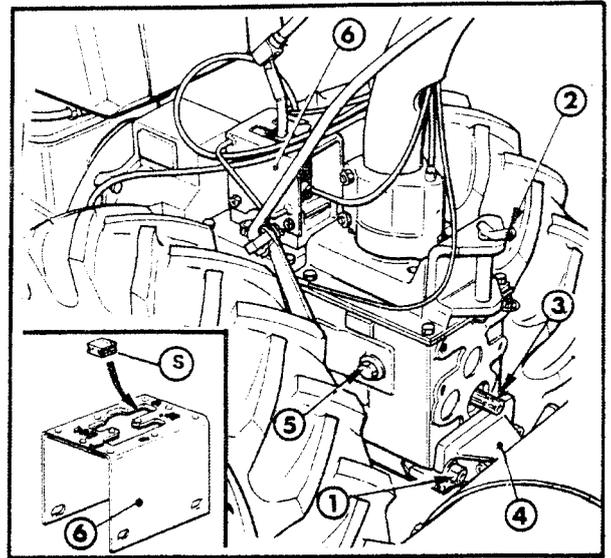

Fig. 7 — Gancio di traino e prese di potenza
1. La presa di potenza è provvista di tiranti a « T » (1, fig. 7) che consentono il collegamento rapido di qualunque attrezzatura.
2. Gli attrezzi trainati, compresi quelli pesanti, quali rimorchi, carri botte, ecc., possono essere collegati al gancio di traino (2).
La presa di potenza superiore (3 fig. 7) è sincronizzata con il cambio ed è sempre in rotazione quando le ruote del motocoltivatore sono in movimento. Essa serve per l'applicazione di rimorchi a ruote motrici. Lo scanalato di questa presa di potenza è protetto da un cappello di plastica infilato a pressione.
La presa di forza inferiore (4 fig. 7) è indipendente dal cambio e serve per comandare i diversi attrezzi che si possono applicare al motocoltivatore.
2 INSERIMENTO DISPOSITIVO PER L'INVERSIONE DI MARCIA SULLE VELOCITÀ (vedere la fig. 7).